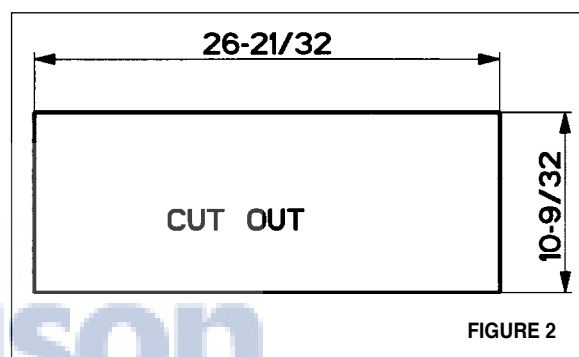

FIGURE 2
5. Découper l'ouverture où la hotte sera installée (**FIGURE 2**).